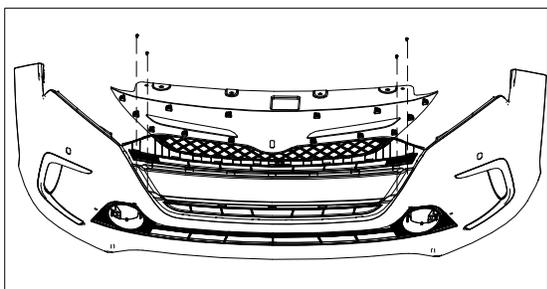

图 1.1.7 前保险杠网格的拆卸
(1) 如图 1.1.7 拆下左右对称的四个自攻螺钉。
(2) 前保险杠网格向后拆下与前保险杠安装的卡脚。